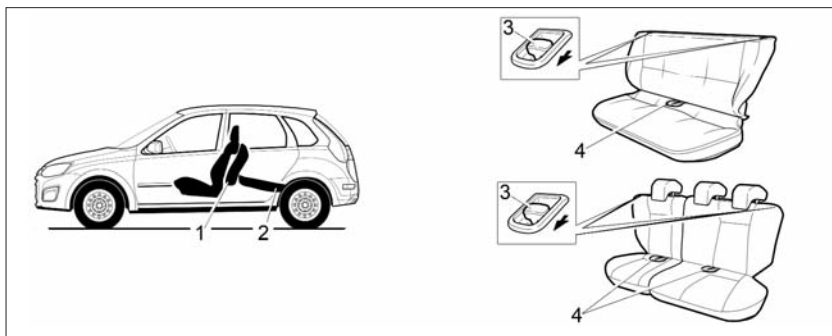

Рис. 12. Раскладка заднего сиденья
- потяните за петлю **4** (рис. 12) и установите подушку **1** в вертикальное положение. При необходимости сдвиньте передние сиденья вперед;